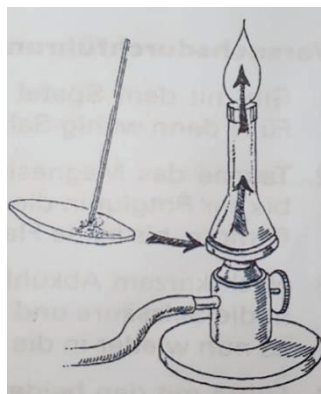

Abb. 15: Aufbau des Versuchs Flammenfärbung eines  $\text{Li}^+$ -Salzes4.
- Halten Sie das Uhrglas knapp unter die Öffnung des Lufteinzugs und tauchen Sie das glühende Magnesiastäbchen in die vorbereitete Lösung (Abb. 15).